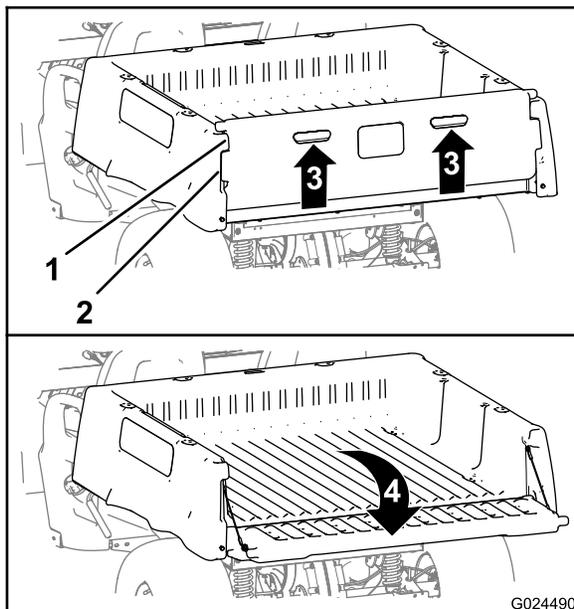

Figura 13
2. Tire hacia arriba del portón usando los tiradores del panel trasero (Figura 13).
3. Alinee las pestañas de bloqueo del portón trasero con los huecos situados entre las pestañas de la plataforma de carga (Figura 13).
4. Gire el portón trasero hacia atrás y hacia abajo (Figura 13).
2. Gire el portón hacia arriba y hacia adelante hasta que las pestañas de bloqueo del portón trasero estén enrasadas con el hueco de la plataforma de carga (Figura 13).
3. Baje el portón hasta que quede asentado en la parte trasera de la plataforma de carga (Figura 13).